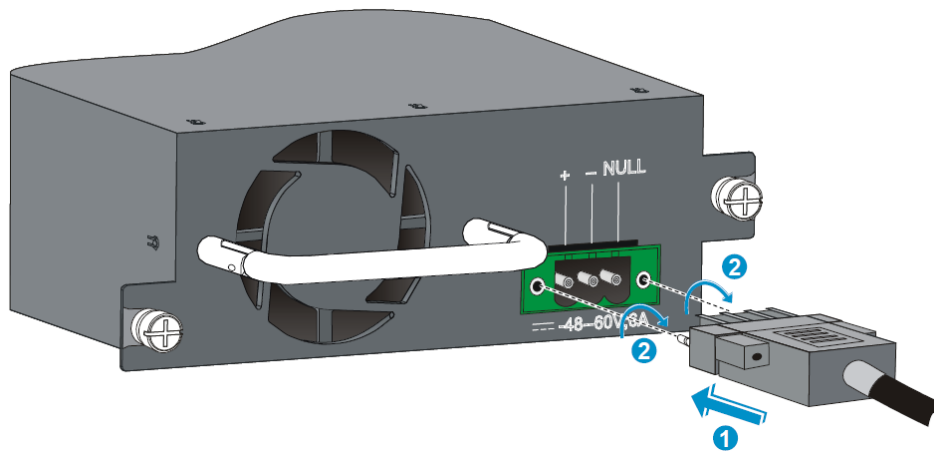

図 3-24 電源モジュールへの DC 電源ケーブルの接続
- 2) DC 電源ケーブルを準備し、装置接続側のプラグの向きに注意して、図 3-24 の①に示すように電源ソケットをプラグに挿入します。ソケットに確実に挿入してください。
- 3) 図 3-24 の②に示すように電源ソケットと電源モジュールを固定するためにマイナスドライバを使用してネジを締めてください。